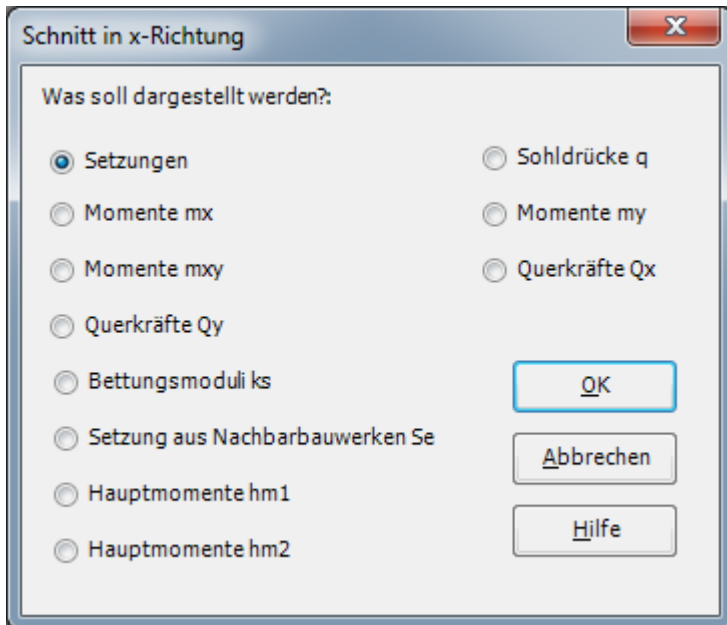

Bild 9.45 Optionsfeld "Schnitt in  $x$ -Richtung"
- Wählen Sie "Schnitt in  $x$ -Richtung" aus dem Menü "Schnitte". Das folgende Optionsfeld im Bild 9.45 erscheint